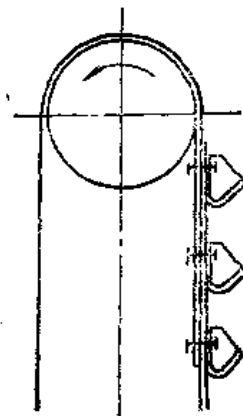

图8-4-6 胶带搭接图
① 所有零部件, 必须经检验合格后方可进行装配。
② 传动装置及下部拉紧装置、滚筒, 用手转动应轻便灵活, 不许有卡住现象。
③ 链斗提升机的上部传动链轮和下部拉紧链轮, 安装时应保证两边链节同时与链轮啮合。两条牵引链条其平行的两段长度应一致。上部传动轴和下部拉紧轴应在同一垂直平面内, 并且两轴心线均应与水平面平行。
④ 牵引胶带接头可采用搭接式, 搭接长度至少应跨三个料斗, 连接螺栓中心线距胶带端部不应 < 50mm, 接头方向应顺着胶带运行方向 (图8-4-6)。
⑤ 料斗中心线对牵引胶带 (或链条) 中心线的同轴度不超过5mm。料斗和牵引胶带 (或链条)